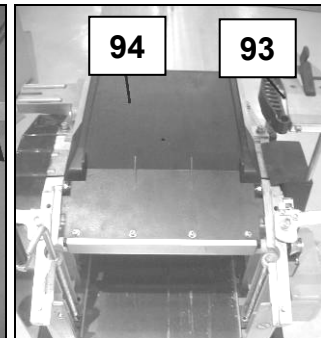

Fig 60
- Relevez au maximum le protecteur d'arbre (93) et faites-le coulisser hors de la table (Fig 60).
- Basculez l'éjecteur de copeaux (94) sur la table d'entrée (Fig 60).